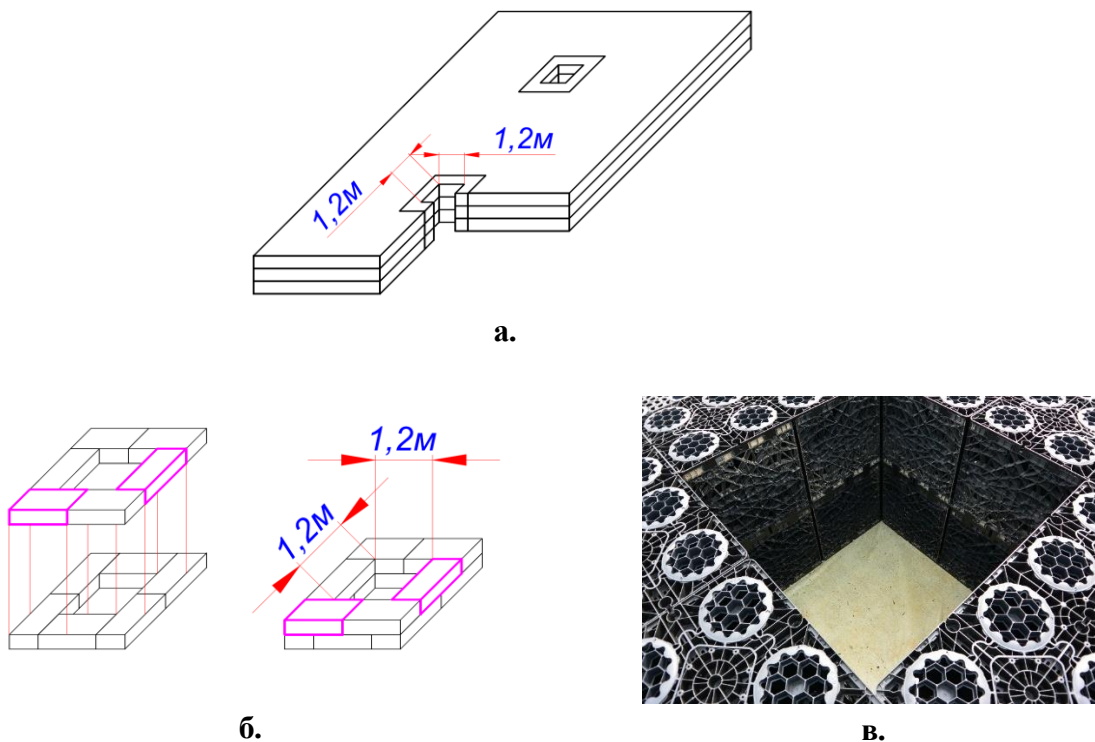

Рисунок 3.2 – Резервуар с инспекционными колодцами, сформированными конструктивно:
- конструктивно сформированные колодцы размером 1,2 x 1,2 м (см. рис. 3.2);